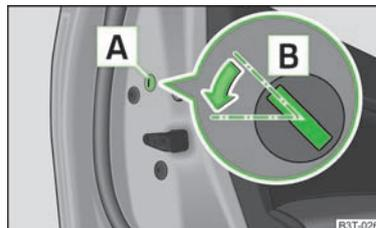

Fig. 17
- Desmonte a pala **A** » Fig. 17.